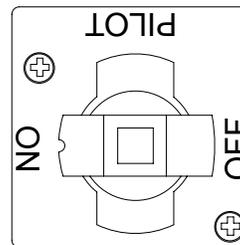

Figure 2
3. Après avoir allumé la veilleuse, appuyez sur le bouton et tournez-le lentement à la position ON (marche) (Figure 2).